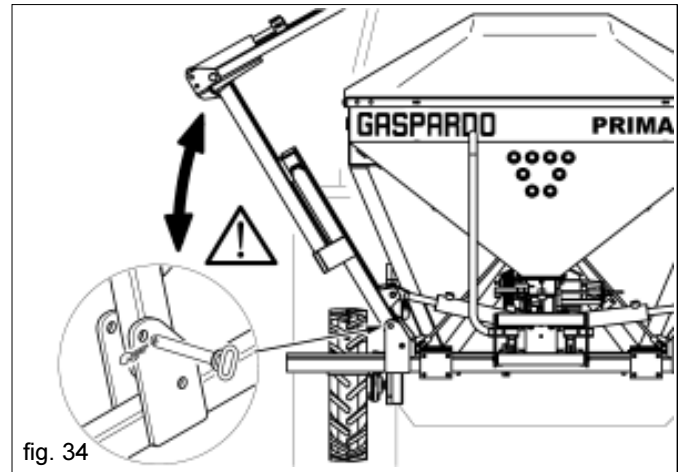

fig. 34
ATTENZIONE!: Togliere i perni di sicurezza e sollevare completamente la seminatrice dal terreno prima di movimentare i telai laterali (Fig. 34).
- Ingrassare i perni dei bracci pieghevoli del telaio (Fig. 34).